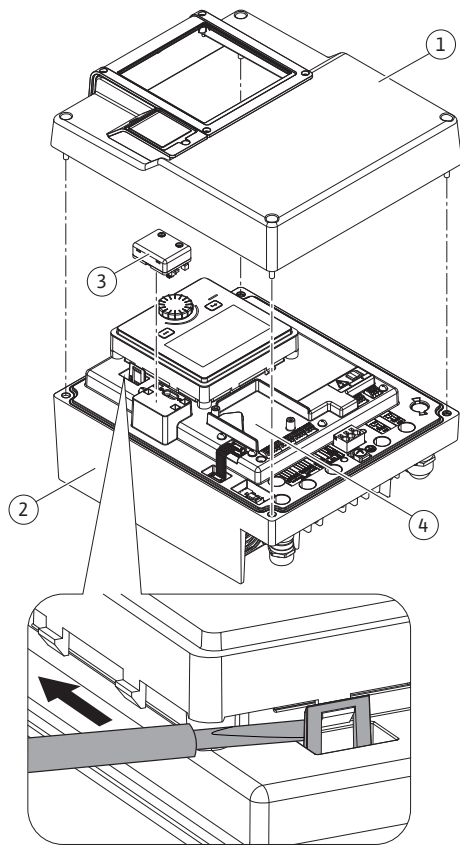
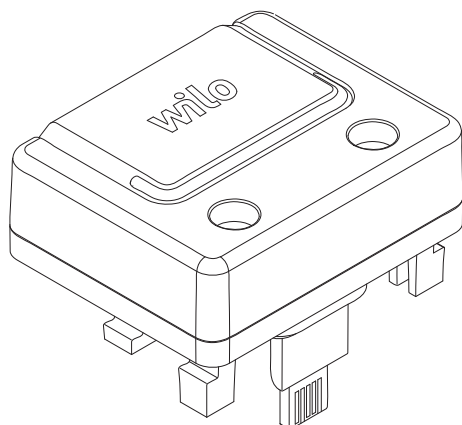

Fig. 25: Elektronikmodul
Fig. 26: Wilo-Smart Connect modul BT
1. Åbn karabinhagen (Fig. 25) forsigtigt med værktøj (f.eks. en skruetrækker).
Bluetooth-grænsefladen Wilo-Smart Connect modul BT (Fig. 25, pos. 3 og Fig. 26) bruges til tilslutning af mobilt terminaludstyr som f.eks. smartphone og tablet. I Wilo-Assistant-appen findes Wilo-Smart Connect-funktionen. Med Wilo-Smart Connect-funktionen kan pumpen betjenes og indstilles, og der kan udlæses pumpedata. Se kapitlet "Ibrugtagning" [► 280] vedrørende indstillinger.
1. Løsn fire skruer på elektronikmodulets overdel (Fig. 25, pos. 1; Fig. I, pos. 2).
3. Sæt Wilo-Smart Connect modul BT i den dertil beregnede grænseflade Wilo-Connectivity Interface. Se Fig. 25, pos. 3.
CIF-moduler (tilbehør) bruges til kommunikation mellem pumper og bygningsstyringsteknik. CIF-moduler sættes på i elektronikmodulet (Fig. 25, pos. 4)